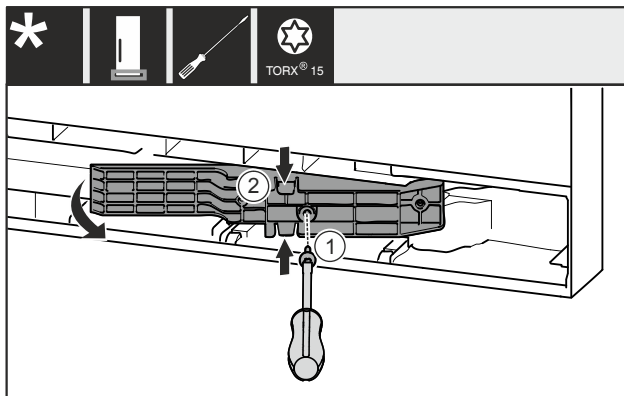

Fig. 13*
- Schraube Fig. 13 (1) entfernen.*
- Adapterstück Fig. 13 (2) oben und unten leicht zusammendrücken und herausziehen.*